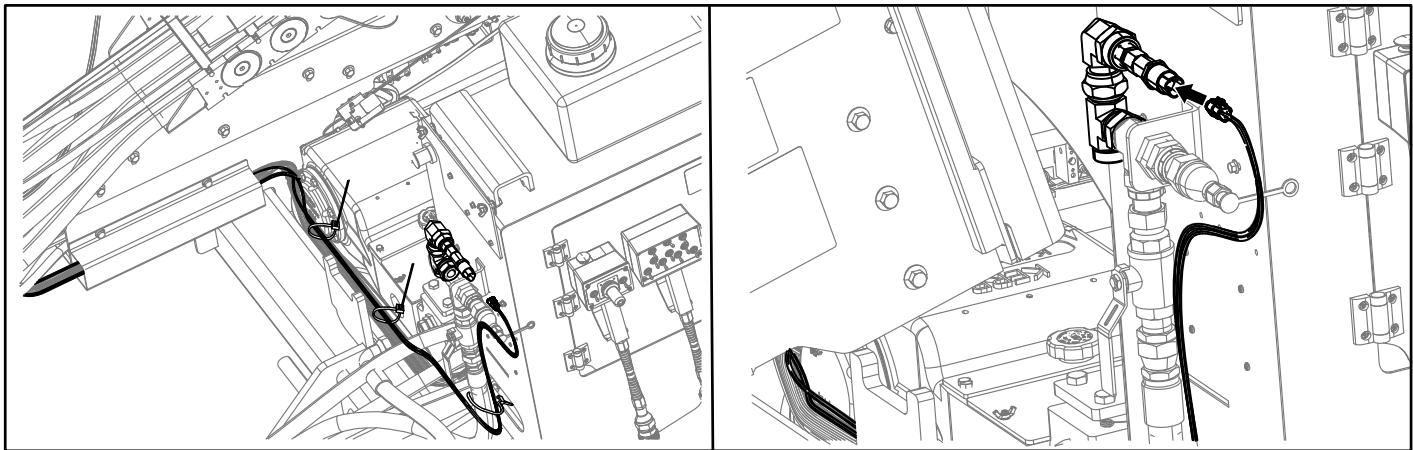

Рисунок 6
- Проложите жгут проводов вдоль имеющихся жгутов проводов к датчику (Рисунок 6).